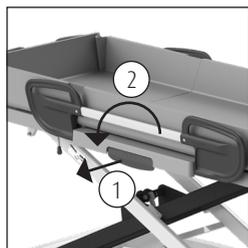

Figura 3 Barandilla lateral.
- La barandilla lateral está equipada con protecciones para que el cliente no pueda levantarla por sí mismo (Ver la figura 3).
- Desbloquee el dispositivo de seguridad tirando con una mano de la palanca saliente y girando el riel lateral con la otra mano (2) (Ver la figura 3).